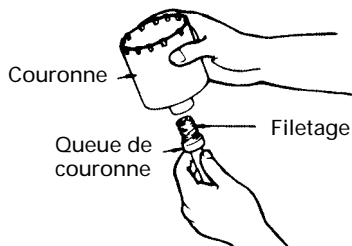

Fig. 15
- (1) Monter la couronne sur la queue de couronne (Fig. 15).